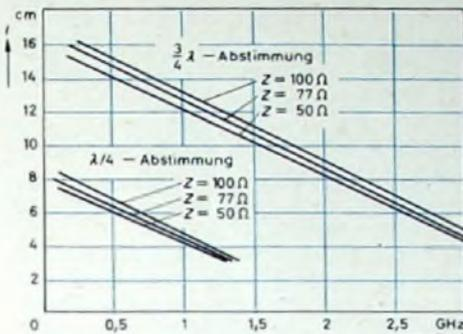

Bild 14 Rohrlängen des Anoden- und Katodenkreises für die 2C40 in Abhängigkeit von der Frequenz
Gl. (6) $d_1 \approx 6$ mm sein. In den Bildern 12 und 13 sind Koaxialkreise für die Röhren 2C40 beziehungsweise 2C39A dargestellt. Das Diagramm Bild 14 gibt die notwendigen Rohrlängen für einen HF-Verstärker oder Mischer mit der 2C40 an ($C_0 = 2,5$ pF).